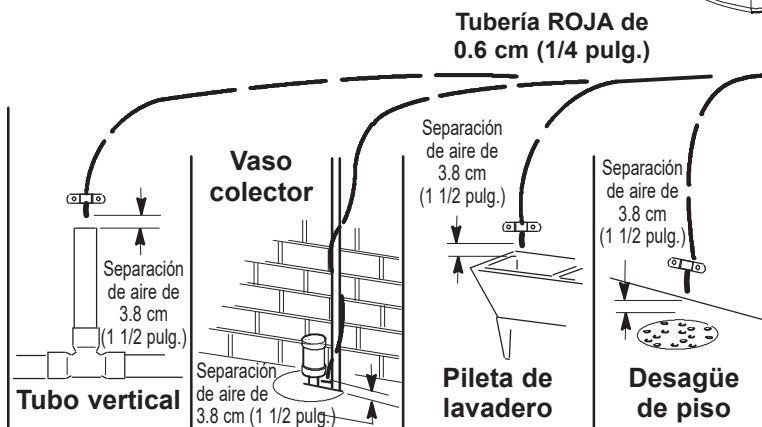

FIG. 11
Tienda la tubería de desagüe a un drenaje existente en la casa. Un desagüe de piso, pileta de lavadero, un tubo vertical, un vaso colector, etc. son drenajes aptos. Vea la Fig. 11. Este tipo de drenaje es el preferido por sobre el adaptador de desagüe del colector en P.
4. Tienda la tubería al punto de desagüe y fíjela al extremo con un soporte (no incluido). Vea la Fig. 11.